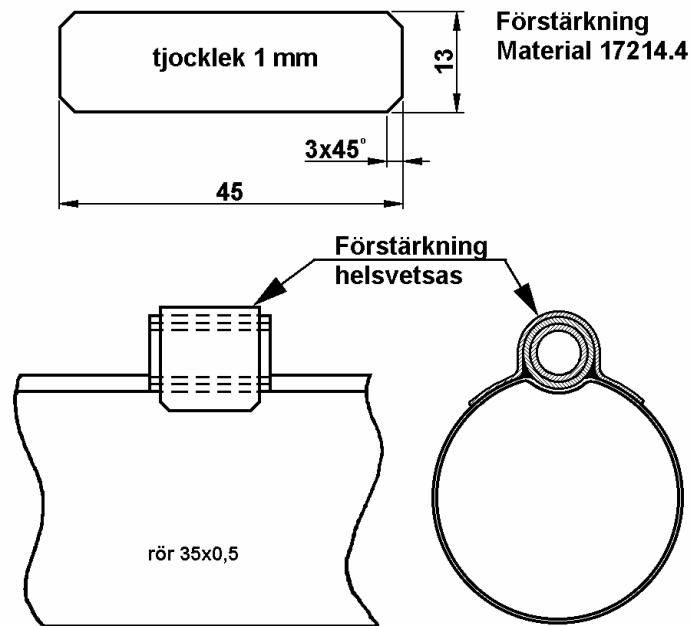

Fig 2
2. Om det finns sprickor måste gångjärnsbussningarna förstärkas enl. fig. 2. Dessutom måste Ø35 röret inspekteras vad gäller korrosion på insidan eftersom fukt kan ha trängt in, gäller även om det av annan anledning är hål på röret.